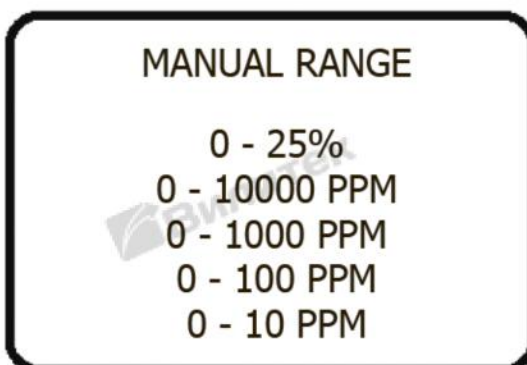

Рис. 11. Экран выбора диапазона в ручном режиме.
3. Нажмите кнопку «ENTER» (*Ввод*) (поз. 2-4). Если был выбран автоматический режим, соответствующий пункт меню будет мигать в течение секунды в качестве подтверждения ввода команды. При выборе ручного режима откроется экран, показанный на рис. 11.